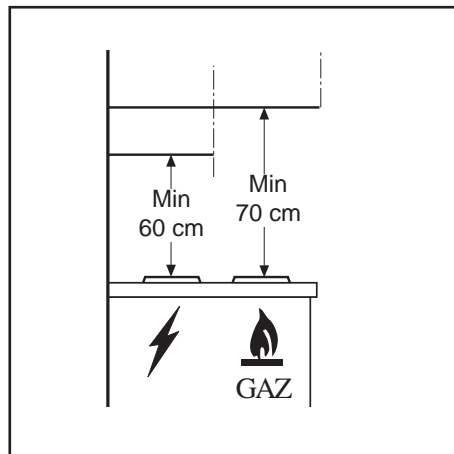

Fig. 5
- La hotte doit être installée à au moins 60 cm des brûleurs électriques, à 70 cm des brûleurs à gaz et à au moins 85 cm au-dessus de cuisinières à bois sans approvisionnement par le dessus (Fig. 5). Toute installation de la hotte au-dessus de foyers ouverts ou de cuisinières à ouverture de remplissage (avec couvercle) sur le dessus, est absolument interdite.